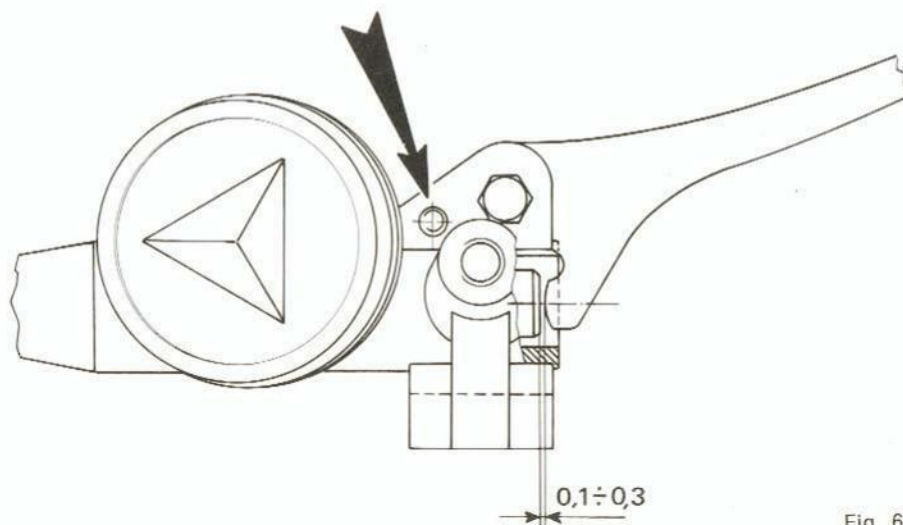

Fig. 67
- 5) Controllare che tra il flottante e l'appendice della leva freno esista il previsto gioco di $0,1 \div 0,3$ mm. Per questo si deve agire sull'eccentrico che permette la regolazione di distanza tra flottante e leva vedi freccia (fig. 67).